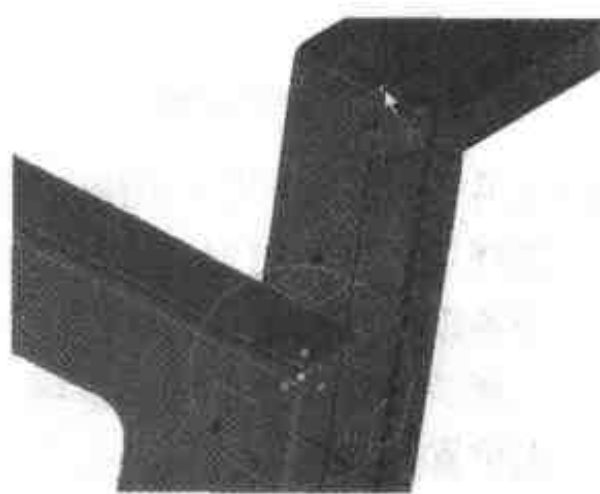

图 4.139 选择定位点
- (4) 右击中心手柄, 选择【到点】命令, 选择边框的角点(箭头处), 生成后盖板和边框的装配件, 如图 4.139 所示。